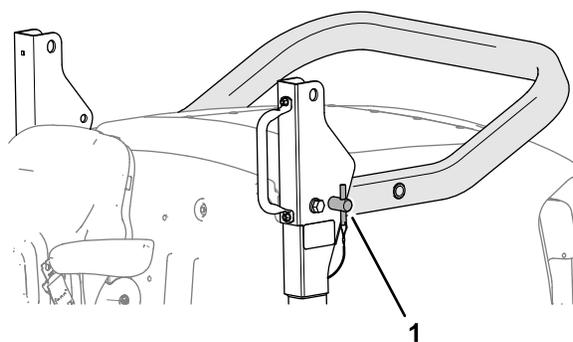

図 21
5. ロールバーピンをピボットブラケットの下の穴に挿入する (図 21)。